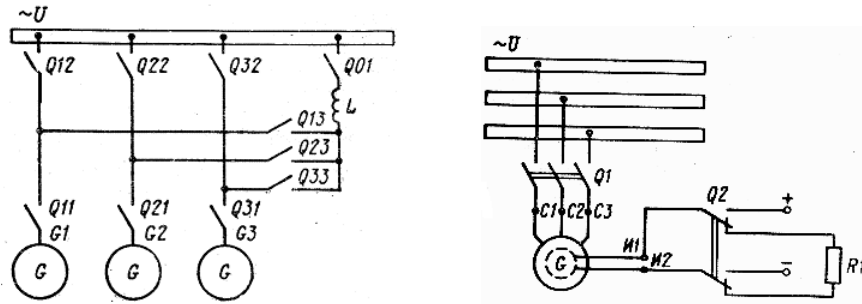

Рис. 2
2. Указать требования к подключению синхронных генераторов на параллельную работу методом грубой синхронизации и самосинхронизации (рис. 2). Какие элементы схемы требуются для выполнения и контроля за выполнением требований. Объяснить процесс синхронизации и распределения нагрузки.